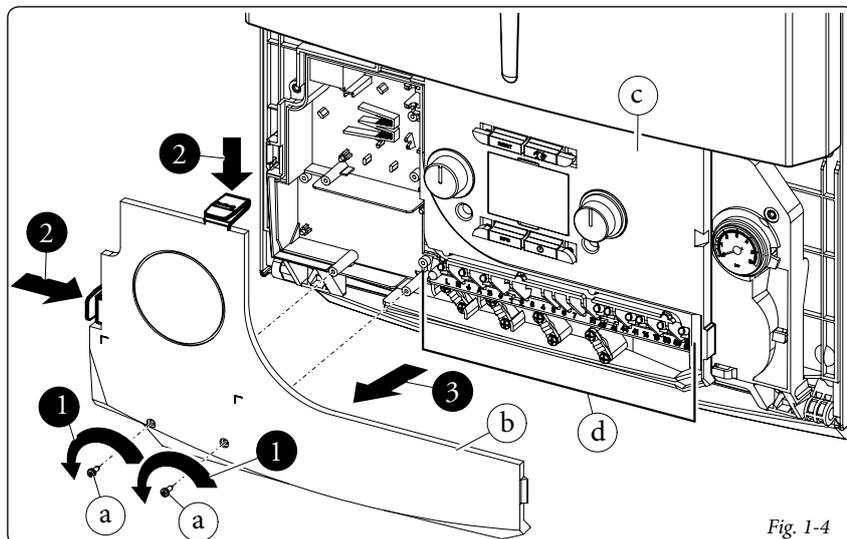

Fig. 1-4
#### • Apertura vano allacciamenti cruscotto (Fig. 1-4).
- Smontare il coperchio (b fig. 1-4).